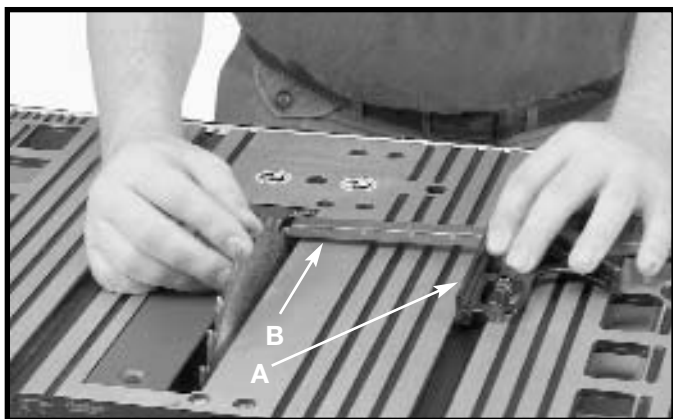

Fig. 35
3. Placer une équerre combinée (A) fig. 35 contre la fente de la jauge à onglet et ajuster la lame (B) de l'équerre jusqu'à ce qu'elle touche la dent marquée.
5. Si les mesures avant et arrière (figures 35 et 36) ne sont pas identiques, régler la lame.